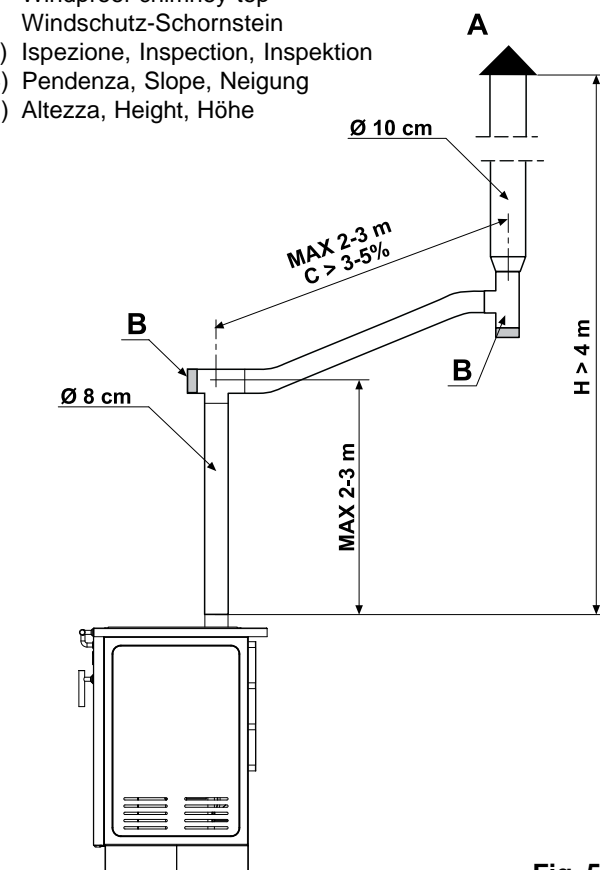

Fig. 5.5.1
- I tubi da utilizzare per lo scarico dei fumi devono essere rigidi in acciaio alluminato verniciato (spessore minimo 1,5 mm) o in acciaio inox (spessore minimo 0,5 mm) con diametro nominale di 8 cm con guarnizioni (fino a 5 metri di percorso) o di 10 cm con guarnizioni (con percorsi superiori a 5 metri) (Fig. 5.5-1).
- The pipes to use for discharging smoke must be in varnished rigid aluminate steel (minimum 1.5 mm thick) or in stainless steel (minimum 0.5 mm thick) with a nominal diameter of 8 cm with seals (up to a maximum length of 5 metres) or 10 cm with seals (for lengths beyond 5 metres) (Fig. 5.5-1).
- Die Rohre für den Rauchabzug müssen aus starrem, lackiertem Aluminiumstahl (mindestens 1,5 mm Stärke) oder Edelstahl (mindestens 0,5 mm Stärke) mit 8 cm Nenndurchmesser mit Dichtungen (bis zu 5 m langen Strecken) oder 10 cm mit Dichtungen (für Strecken über 5 m) gefertigt werden (Abb. 5.5-1).
Lo scarico dei fumi attraverso la canna fumaria tradizionale (Fig. 5.5.1-1) può essere fatto purché siano rispettate le seguenti regole:
- **In caso di canna fumaria di sezione maggiore è necessario "intubare" la canna fumaria con una tubazione in acciaio** (con diametro in funzione del percorso) opportunamente isolata (Fig. 5.5.1-2).
Smoke may be discharged through a traditional flue (fig. 5.5.1-1) provided the following rules are observed:
- **If the flue section is bigger it must be ducted** using an adequately insulated steel pipe (the diameter depends on the length of the path) (Fig. 5.5.1-2).
Die Abgasleitung über einen traditionellen Rauchfang (Abb. 5.5.1-1) kann unter Beachtung folgender Regeln erfolgen: